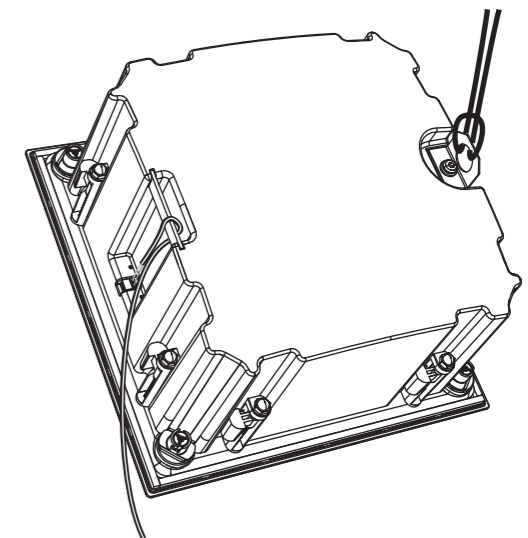

Fig. 16. Connecting the secondary safety to the back can
1. Con la lata trasera conectada correctamente como se muestra arriba, conecte un cable de seguridad secundario al lazo de montaje de metal en la parte trasera de la lata trasera. El otro extremo del cable de seguridad secundario debe fijarse a un punto de montaje fuerte adecuado en el techo (Fig.16).